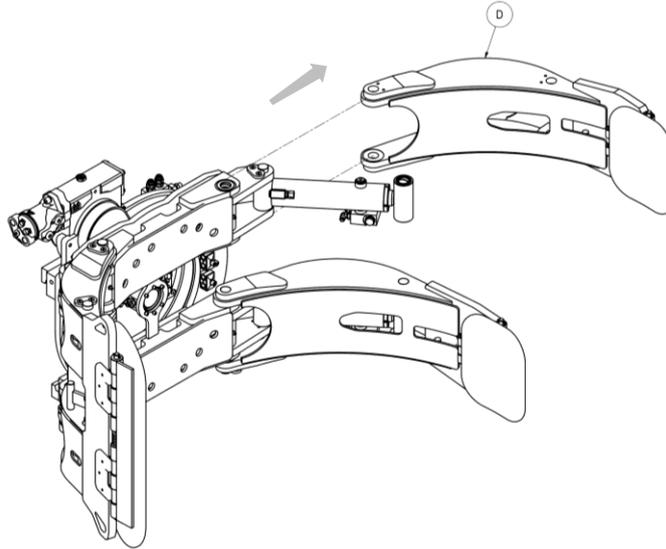

Figura 3
5. Mediante l'utilizzo di cinghie e catene sfilare in sicurezza la ganasce "D", eseguire l'operazione anche sulle altre ganasce presenti Figura 3.